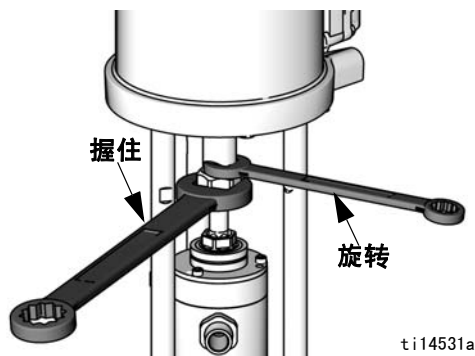

图 7. 旋松联接螺母。
3. 使用扳手夹住联接螺母 (7)。使用其他扳手，旋转发动机轴。为了避免损坏波纹管顶盖和 D 形密封件，**请勿旋转联接螺母**。参见图 7。